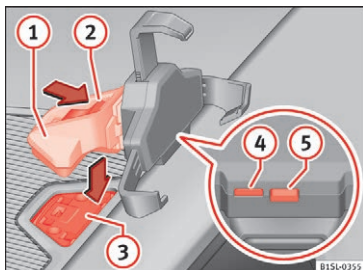

Fig. 135 I midterkonsollen: fastgørelse af holder til infotainmentsystem
• Tryk på udløserknappen »» **Fig. 135** ⑤, indtil universalholderens øverste arm løsner sig.
• Tryk smartphonen ind i de nederste holdelementer. Tryk på knappen »» **Fig. 135** ④ for at indstille de nederste holdelementer.
• Hold fast i holdearmen »» **Fig. 135** ① fast, og tryk udløserknappen »» **Fig. 135** ④ i pilens retning.
• Sæt holdearmen »» **Fig. 135** ① på holdepladen »» **Fig. 135** ③ oppefra, og tryk den nedad, indtil du kan høre, at den går i hak »» **Fig. 135** ③.